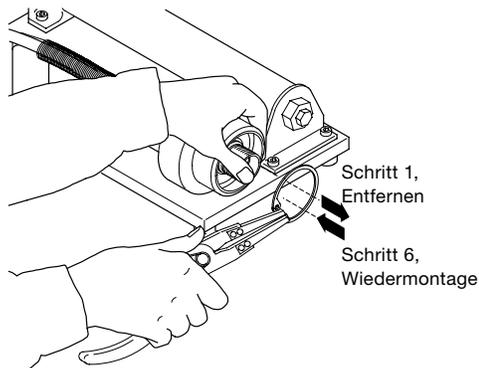

Abb. 1 Entfernen/Wiedereinsetzen des Sprengrings
1. Den **Springring** mit der **Sprengringzange** vom **Hydraulikgehäuse** entfernen. Siehe Abb. 1.
6. Den **Springring** mit der **Sprengringzange** wieder ins **Hydraulikgehäuse** einsetzen. Siehe Abb. 1.